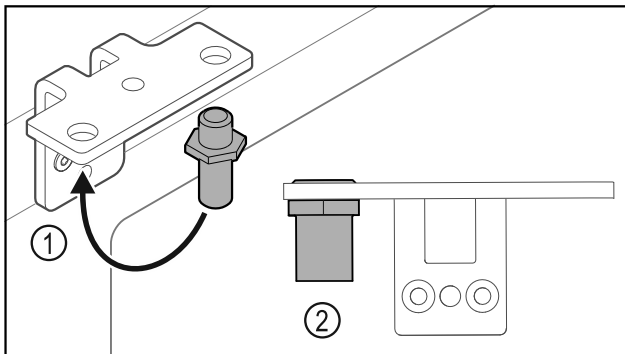

Fig. 38
- ▶ Перемістити палець Fig. 38 (1) у шарнірному кутику.
- ▶ Затягнути палець Fig. 38 (2) з **обертальним моментом 12 Нм.**